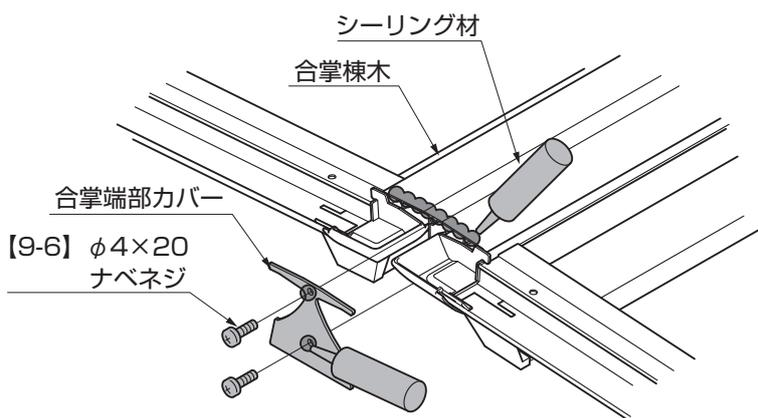

図2-5
- ②合掌端部カバー及び合掌棟木にシーリングし、合掌端部カバーを【9-6】で取付けてください。(図2-5参照)